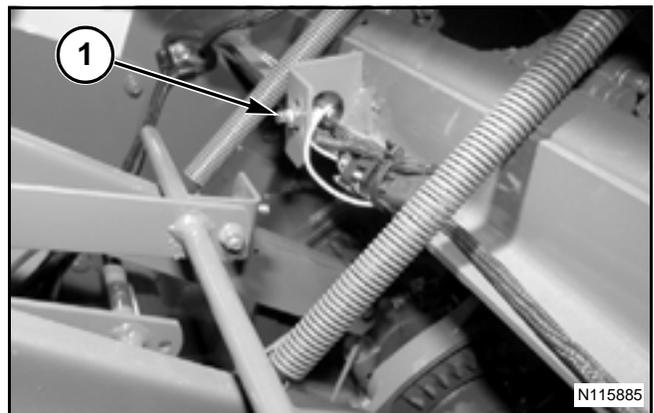

FIG. 17
FIG. 17: El interruptor de alarma del anudador superior (1) está ubicado cerca del extremo derecho del conjunto del anudador. El actuador magnético (2) está situado justo enfrente del interruptor.